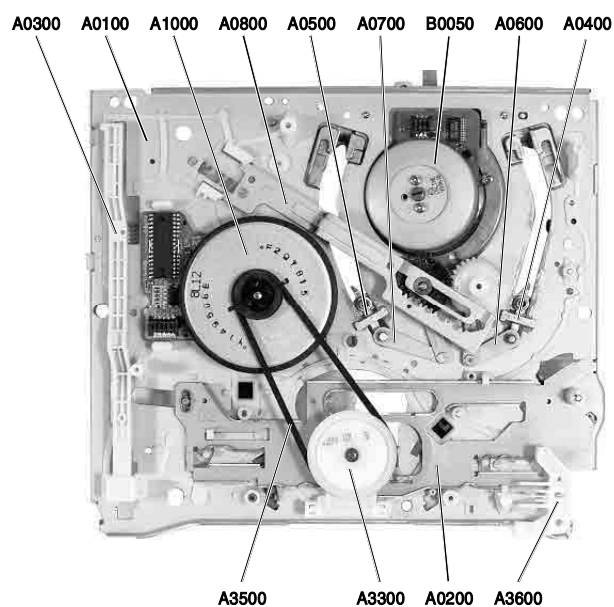

Fig. 2
- Antriebsriemen (Pos. A3500, Fig. 2) entfernen.